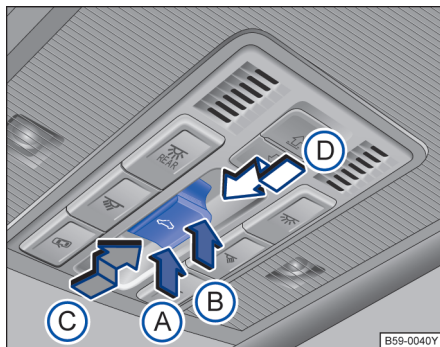

图 74 在顶篷中：天窗按钮
按钮 → 图 74 设有 2 挡位置。1 挡位置：可完全打开天窗，或部分翻开花窗，打开或关闭天窗。
| 功能             | 操作方法 → 图 74                                                                                                                                                                            |
| 功能             | 操作方法→图 74                               |
- 触发防夹功能后 5 秒钟内按压  按钮→图 74，沿箭头①方向将按钮保持在 2 挡位置，直至天窗完全关闭。